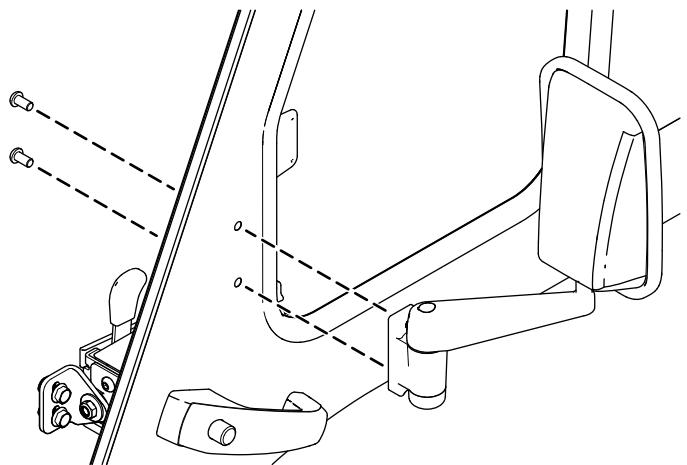

Figura 4
2. Fissate lo specchietto alla porta utilizzando le 2 viti a testa Torx (M8 x 16 mm), come illustrato nella Figura 4.